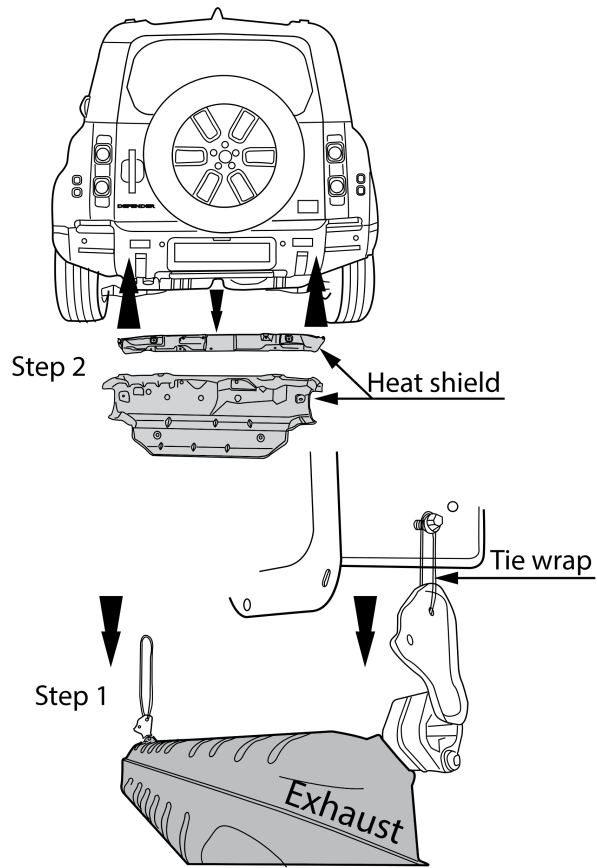

Fig. 2
2. Снять последний глушитель выхлопа и теплозащитный экран. См. рисунок 2.